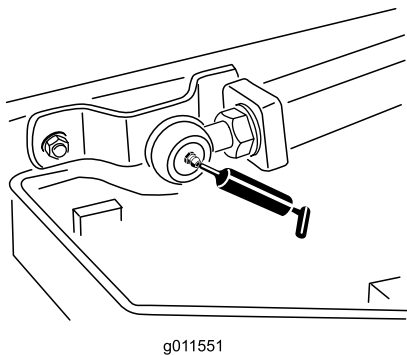

Figure 70
- 2 rotules de bras de levage (Figure 70)